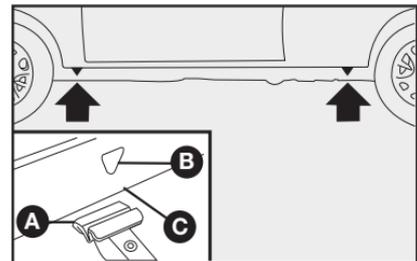

fig. 17
3) Coloque el crique en el símbolo ▼ **B-fig. 17** cerca de la rueda que va a cambiar y asegúrese de que la ranura **A** del crique esté bien introducida en el larguero **C-fig. 17**.